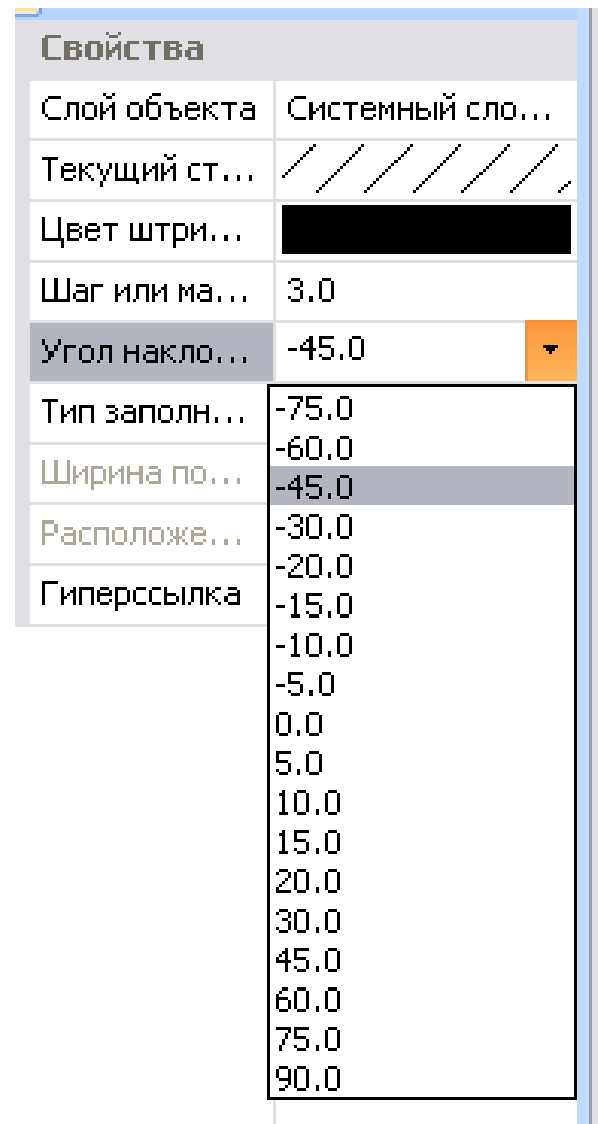
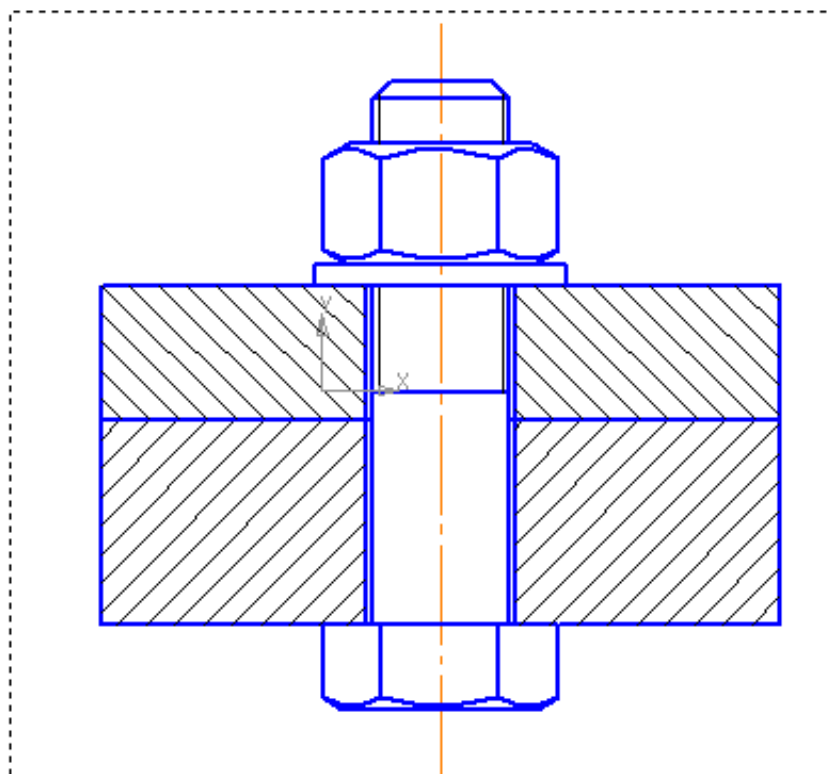

Рис. 3.6.22
Рис. 3.6.23
3.6.21). Угол наклона розкрити та вибрати – 45.0 (рис. 3.6.22) та натиснути **Перестроить** , штриховка деталей буде розташована в різні сторони (рис. 3.6.23).